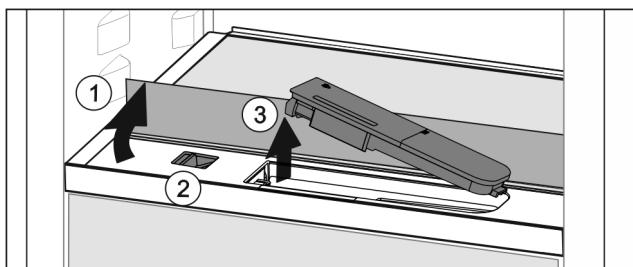

Fig. 134
- Løft glassplaten og vipp opp til anslag bakover Fig. 134 (1).
- Skyv skyveren Fig. 134 (2) til venstre.
- Ta ut vanntanken Fig. 134 (3).